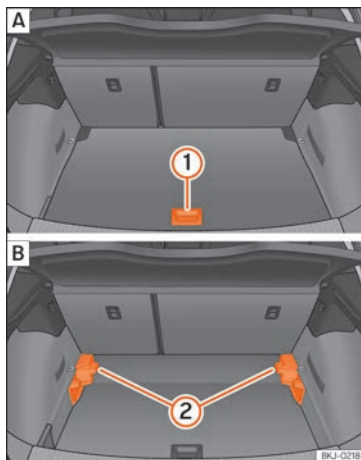

Fig. 166 Piano variabile del bagagliaio: [A] posizione elevata; [B] posizione bassa.
- Sollevare il piano mediante la maniglia » **fig. 166** (1) e tirarlo all'indietro fino a quando la parte anteriore del piano sarà completamente fuoriuscita rispetto ai supporti (2).
- Far scorrere il piano in avanti attraverso i supporti fino a farlo entrare in contatto con lo schienale dei sedili posteriori, e, successivamente, abbassare il piano con la maniglia (1).